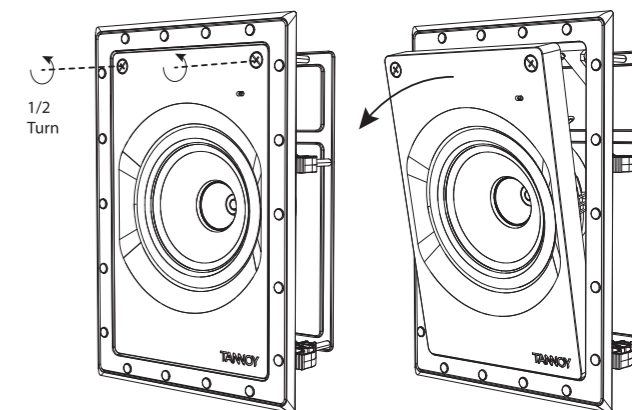

Fig. 4. Removing the Loudspeaker Assembly from the Frame
1. O conjunto do defletor do alto-falante é enviado dentro da estrutura e deve ser removido da seguinte forma: Solte os dois parafusos em menos de meia volta e, em seguida, incline o conjunto para fora da estrutura (Fig. 4). Guarde-o em um local seco e seguro até que esteja pronto para ser instalado.